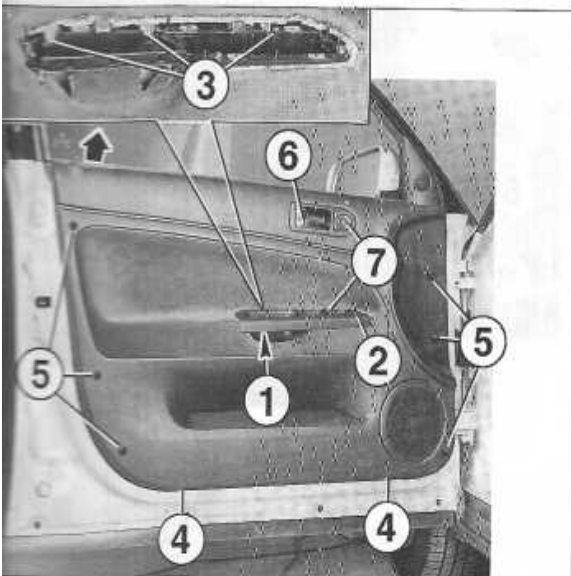

FIGURE 11-13
- Extraire la demi-coquille interne (1) avec précaution à l'aide d'un tournevis plat sur lequel on exerce une poussée en direction du revêtement de porte (figure 11-13).
- Décliper la platine de poignée (2) et la retirer du revêtement de porte par le haut (figure 11-13).
- les 3 vis de fixation (3) du support de poignée sur la garniture (figure 11-13).
- les 2 vis de fixation inférieure (4) de la garniture.
- Dégraffer en (5) la garniture sur les côtés (figure 11-13).
- Extraire le câble de son guide et le décrocher de la commande d'ouverture intérieure (6) (figure 11-13).
- Débrancher les connecteurs des éléments (7) (figure 11-13).